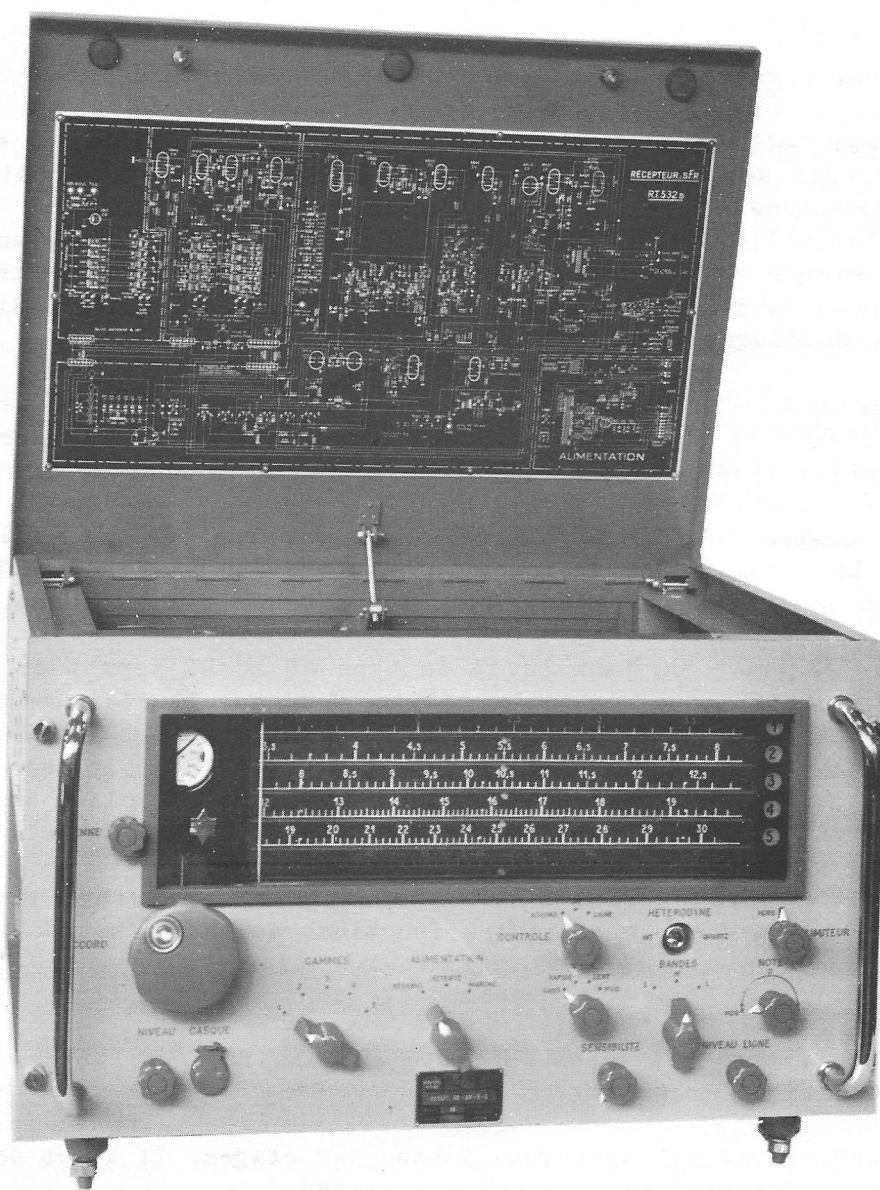

Fig. 7 - VUE AVANT DU RECEPTEUR - COUVERCLE OUVERT (RR-BM-2-C)
Pour chaque coffret, un dégagement devra être prévu en profondeur pour le branchement des fiches; un dégagement vers le haut égal à 45 cm permettra d'ouvrir le couvercle (voir Fig. 7). Si l'emplacement disponible ne le permet pas, il est indispensable que ce dégagement ne soit jamais inférieur à 5 cm, le démontage du récepteur n'étant possible qu'à cette condition.
1.1.1. Face avant (Voir Figure 7)